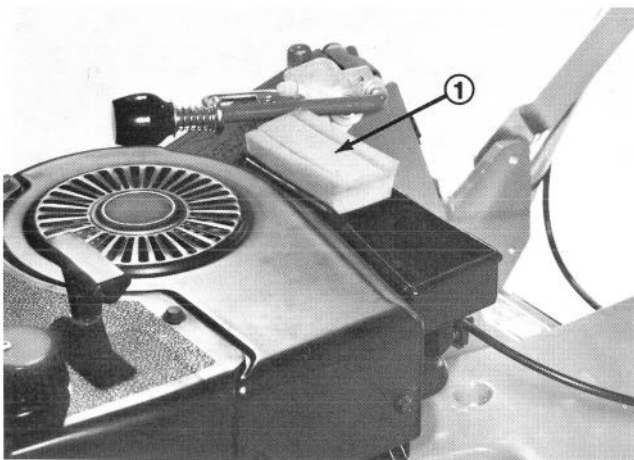

Abb. 26
2. Luftreinigerelement untersuchen (Abb. 26), und wenn nötig herausnehmen und reinigen.
D. Element in gesäuberten Luftreinigerkörper legen (Abb. 26).